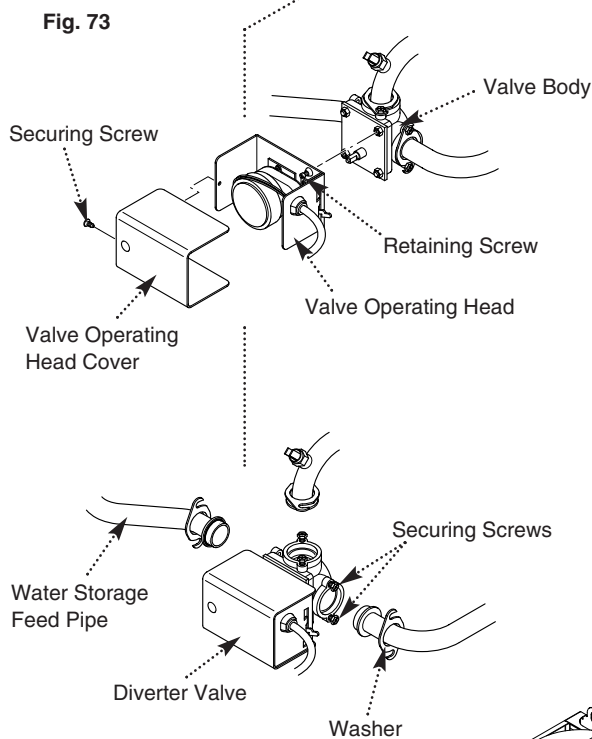

Fig. 74
11.16 Diverter Valve - Complete (Fig. 74)